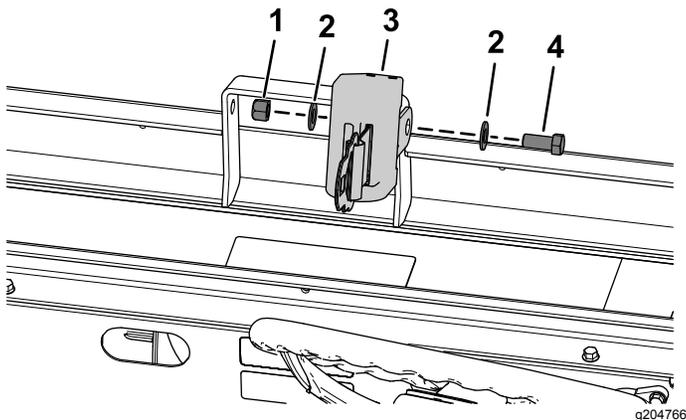

Figura 21
4. Instale un cinturón de seguridad con un perno de cabeza hexagonal (7/16" x 1"), 2 arandelas planas (7/16"), y una contratuerca (7/16"), según se muestra en Figura 21.